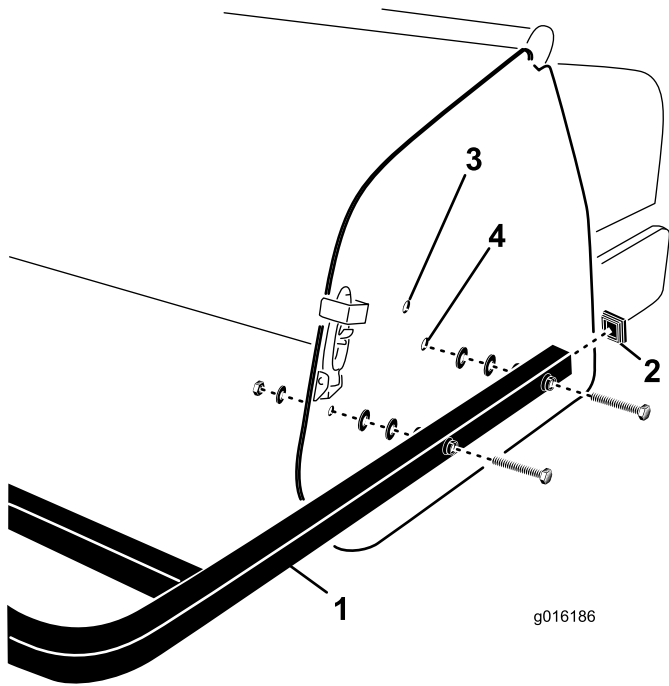

Figura 31
1. Introduzca los tapones en los extremos de los tubos del protector trasero (Figura 31).
2. Alinee los taladros de los tubos de montaje del protector trasero con los taladros de las chapas laterales del aireador (Figura 31).
3. Fije bien los tubos de montaje a las placas laterales utilizando 4 tornillos, arandelas planas y tuercas (Figura 31).